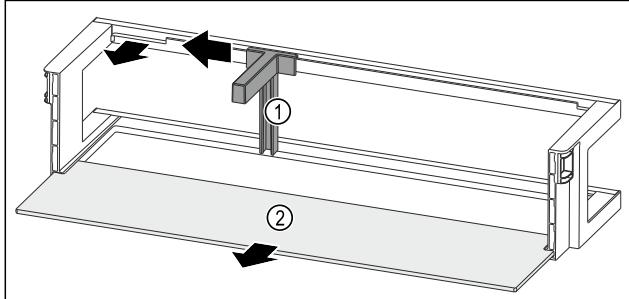

Fig. 90 Dveřní příhrádka s držákem lahví a odkládací plochou
- ▶ Držák lahví Fig. 90 (1) posuňte na stranu až k vybrání.
- ▶ Držák lahví Fig. 90 (1) odeberte.
- ▶ Odkládací plochu Fig. 90 (2) odeberte.